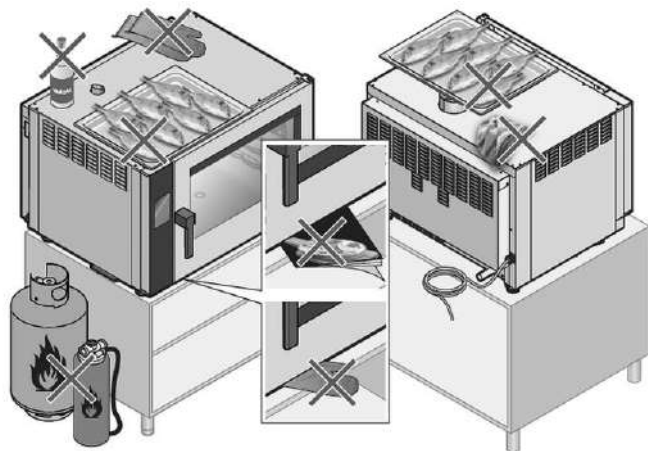

Abb. 17
- Legen Sie auf keinen Fall jegliche Art von GN-Behälter/Backformen, kalte/heiße Behälter oder andere Gegenstände auf dem Gerät ab, auch wenn dieser ausgeschaltet ist (Abb. 17).